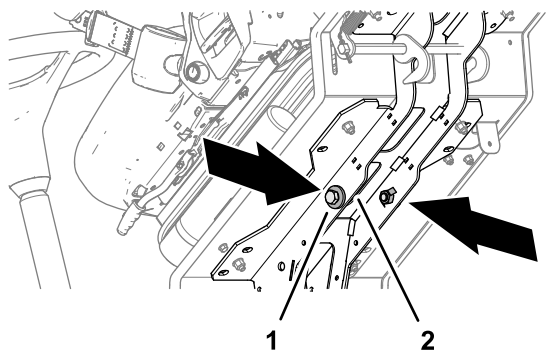

Figura 33
4. Guarde los 2 pernos de 12 mm x 40 mm y las 2 arandelas de 12 mm almacenados en los raíles de soporte de la plataforma (Figura 33).